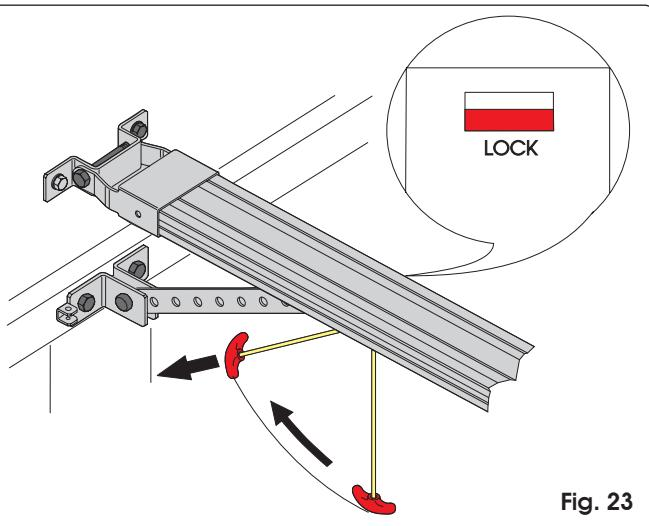

Fig. 23
- 4) Tirer la poignée de déverrouillage horizontalement en direction de la porte (Fig. 23). Contrôler qu'au relâchement de la poignée, la fenêtre LOCK sous le chariot est de couleur rouge. Actionner manuellement la porte pour retrouver le point d'accrochage du chariot.